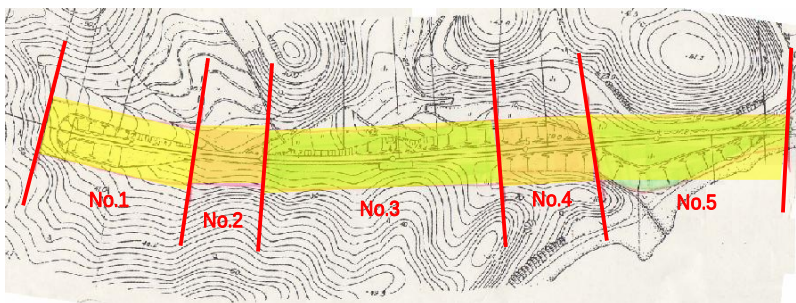

図1 管理ブロックの区分例
- JR西日本管内の全線を対象に、土構造物の種類に関係なく区切りの良い箇所では区分する（以下、「管理ブロック」という）。管理ブロックの線路延長は、500m程度とした。図1に区分の概要を示す。